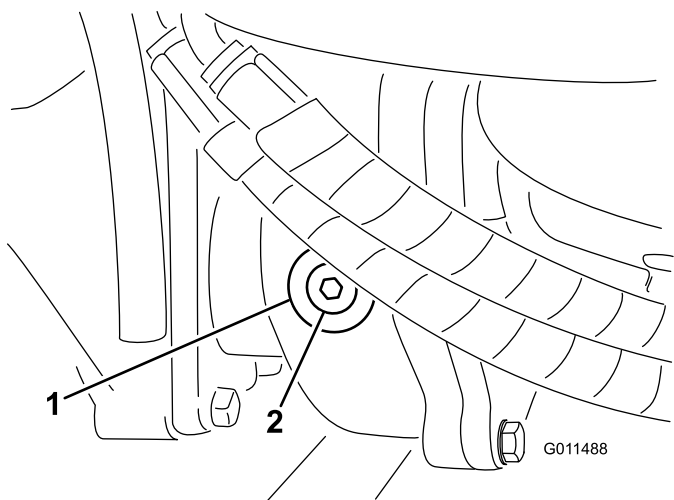

Figure 71
- Enlevez le bouchon de contrôle/remplissage du côté gauche du boîtier d'engrenages (Figure 71) et vérifiez que le lubrifiant atteint la base de l'orifice. Si le niveau est bas, ajoutez suffisamment de lubrifiant pour rectifier le niveau.